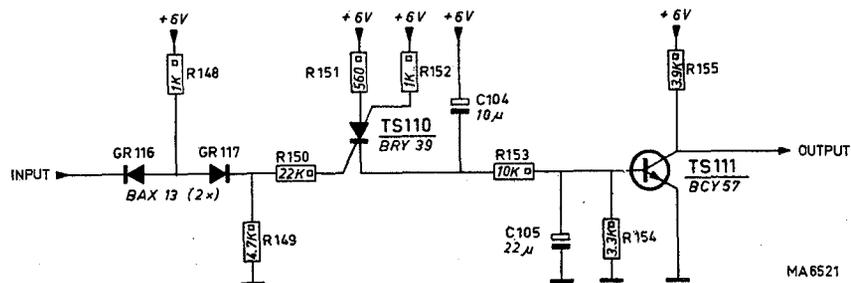

Abb. 24. Impulsdetektor
### d. Impulsdetektor (Abb. 24)
e. Polaritätsschaltung (Abb. 24)